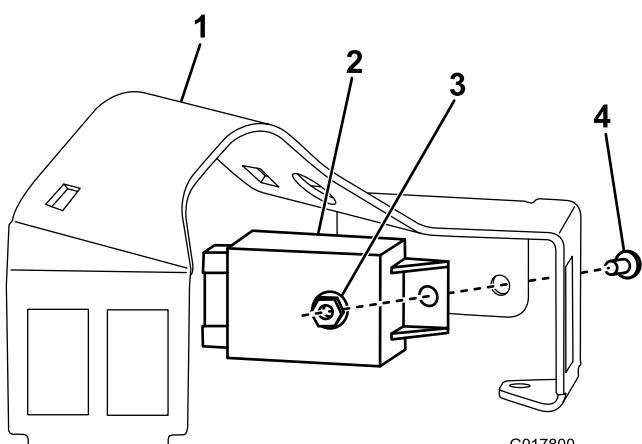

Рисунок 8
- Прикрепите модуль указателей поворота к кронштейну рулевой колонки с помощью винта (№ 10-24 x 1/2 дюйма) и контргайки (Рисунок 8).